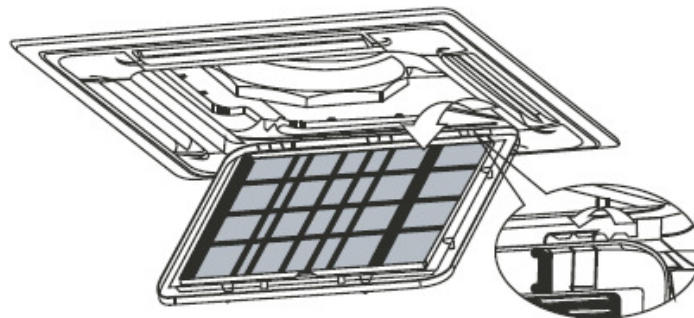

Figura 13.2
- a. Partea de admisie a aerului trebuie sa fie orientata in sus atunci cand folositi un aspirator. (Consultati Figura 13.2)